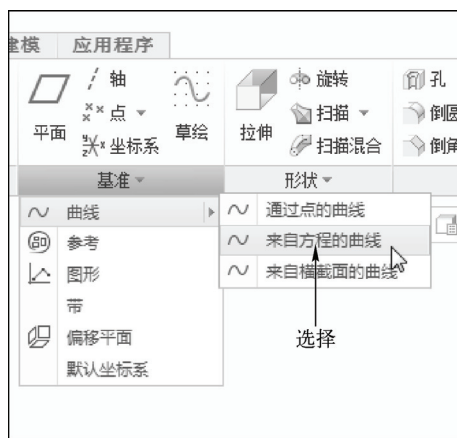

图 15-30 选择相应选项
STEP 02 单击“关闭”面板中的“确定”按钮, 完成截面绘制并退出草绘环境。在功能区选项板的“模型”选项卡中，单击“基准”面板中“基准”右侧的下拉按钮，在弹出的列表框中单击“曲线”右侧的下拉按钮，在弹出的列表框中选择“来自方程的曲线”选项，如图 15-30 所示。